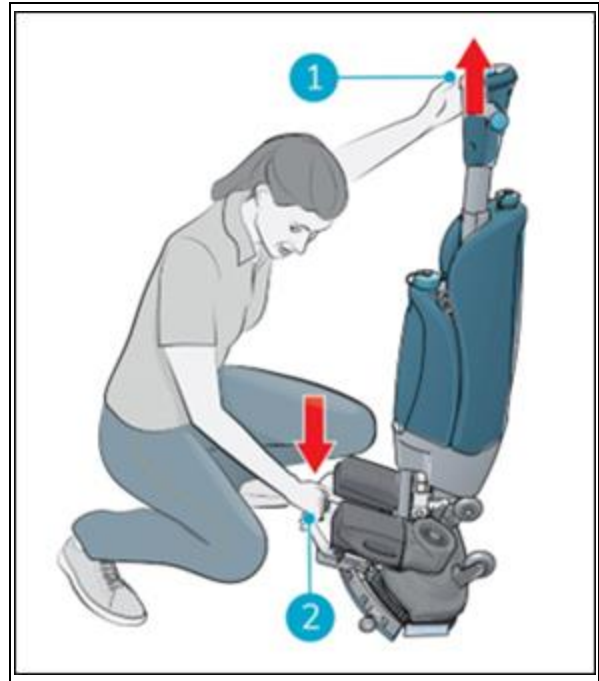

Figure 17
1. Accroupissez-vous tout en tenant fermement le plateau de brossage d'une main (figure 17, pos. 2).
2. Poussez la poignée vers l'avant avec votre autre main (figure 17, pos. 1).